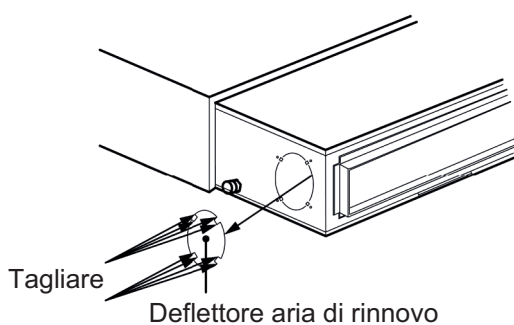

Fig. 4.24
- (1) Se è necessaria l'installazione di un tubo di rinnovo aria, tagliare il deflettore dell'aria di rinnovo, come mostrato in Fig. 4.24. Tappare con spugna il foro del deflettore aria, se questo non viene utilizzato.